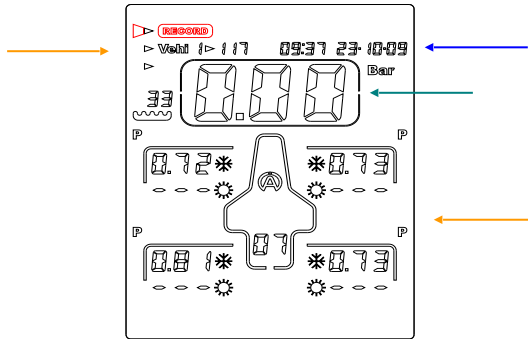

Abbildung 1
- 2) Mit den Tasten  , wählen Sie das Symbol "RECORD", (Abbildung 1)